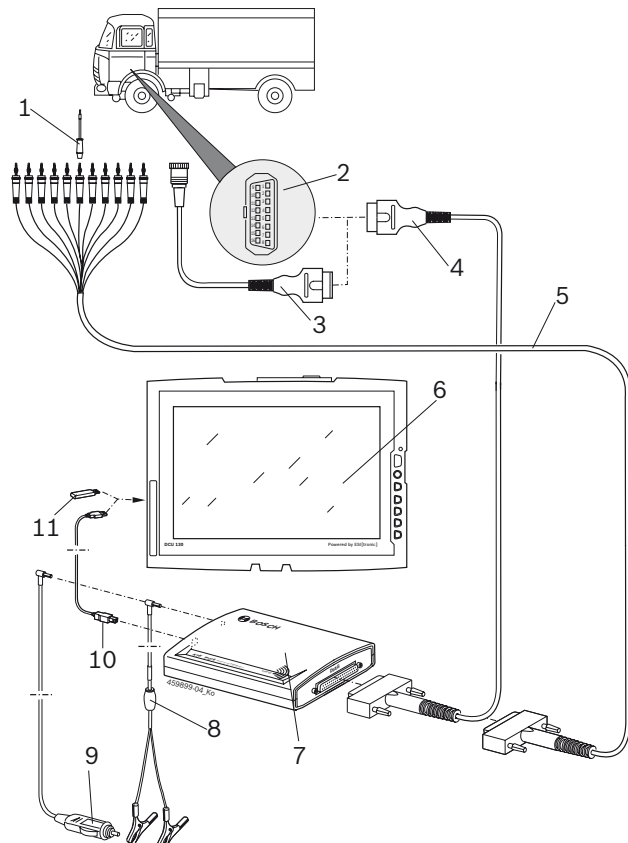

Abb. 3: Schemă de conexiuni KTS Truck
- conductor de diagnoză OBD (fig. 3, poz. 4)
- conductorul de diagnoză OBD și, suplimentar, printr-un cablu adaptor specific autovehiculului (fig. 3, poz. 3) (accesoriu special)
- cablu adaptor universal (fig. 3, poz. 5).